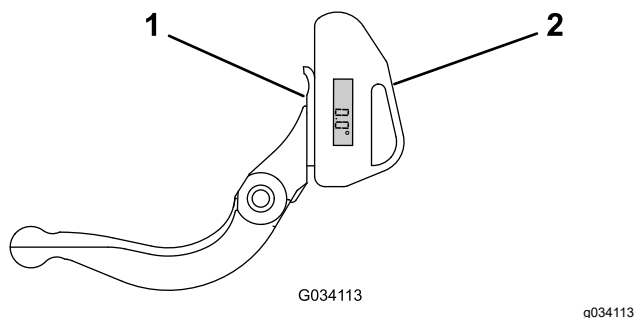

Figura 30
1. Amplasai indicatorul de unghi în partea inferioară a contracuitului, conform indicațiilor din Figura 30.